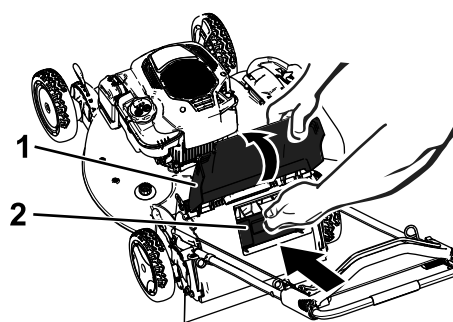

Figura 26
4. Installate il coperchio posteriore (Figura 26).